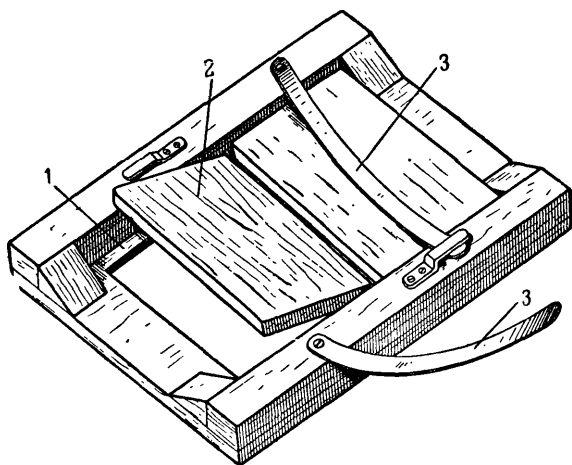

Рис. 10. Копировальная рамка для пластинок:
Для получения отпечатков применяются копировальные рамки (рис. 10). Негатив вкладывается в рамку на закраину (1) эмульсионной стороной вверх. На негатив при красном свете накладывают лист фотобумаги эмульсионной стороной вниз, то есть так, чтобы оба эмульсионных слоя соприкасались. Бумага прикрывается крышкой (2) и прижимается пружинами (3). Теперь всё готово для получения отпечатка.